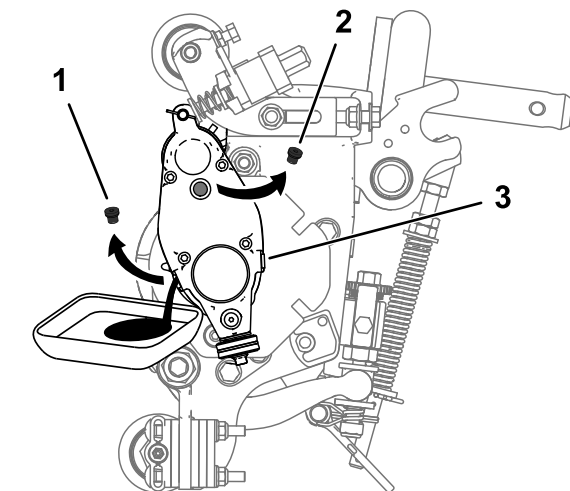

图25
5. 将滚刀组向后倾斜到支撑架上，直至排油口转向底面，确保完全排净（图25）。